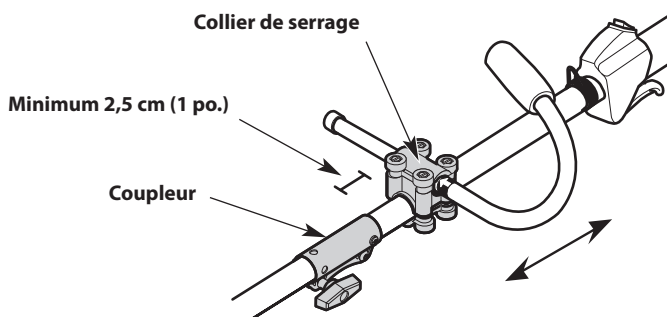

Fig. 5
5. Maintenez l'appareil en position de fonctionnement (Fig. 13). Déplacez la pince vers le haut ou vers le tube de l'arbre supérieur dans un endroit confortable. Assurez-vous que la pince est positionnée à au moins 2,5 cm (1 po) du coupleur (Fig. 5).